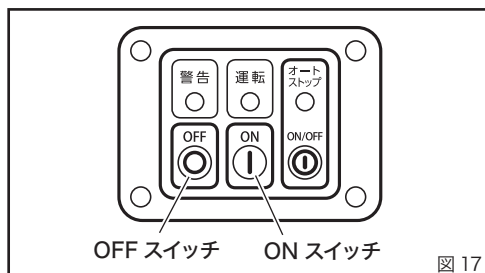
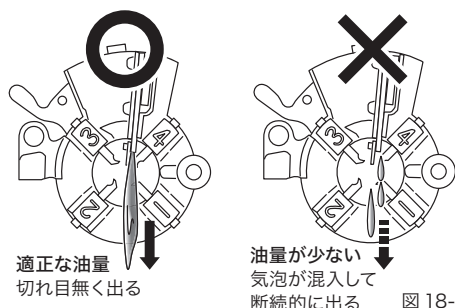

図 17
図 18-1
8. 作業前の点検 (図 17, 18)
- ① 本体のスイッチを ON にし、主軸を回転させてください。
- ② ダイヘッドから出るねじ切り油が適正な量であることを確認してください。(図 18-1) ダイヘッドから出るねじ切り油の量が少ないときは、タンク内のねじ切り油の量が、ストレーナが十分に隠れるだけ入っているかを確認してください。(図 18-2) 少なければねじ切り油を補充してください。
- ③ 数分間無負荷で回転させてください。
- ④ 本体のスイッチを OFF にして回転を停止させてください。